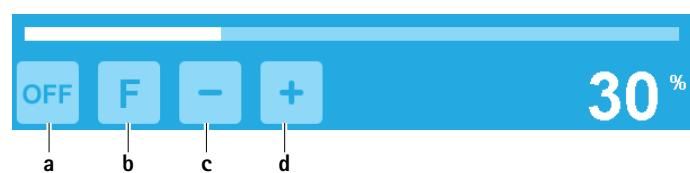

Fig. 7 Activación de la bomba de irrigación/función "Flush"
- ▶ Activar la bomba de irrigación. Accionar la tecla para conectar la bomba de irrigación **a**, ver Fig. 7. La bomba de irrigación está activa y bombea líquido refrigerante con el caudal actualmente configurado.
- ▶ Desactivación de la bomba de irrigación: Accionar la tecla para desconectar la bomba de irrigación **a**, ver Fig. 7. La bomba de irrigación está inactiva y no bombea líquido.